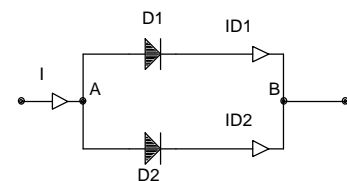

fig. 3 Diodi in parallelo
- a) date le inevitabili diversità, le due giunzioni non si comporteranno mai allo stesso modo: con la stessa ddp applicata non assorbono la medesima corrente per cui, con riferimento al circuito di fig. 3, non risulterà generalmente verificata la condizione (peraltro auspicabile):